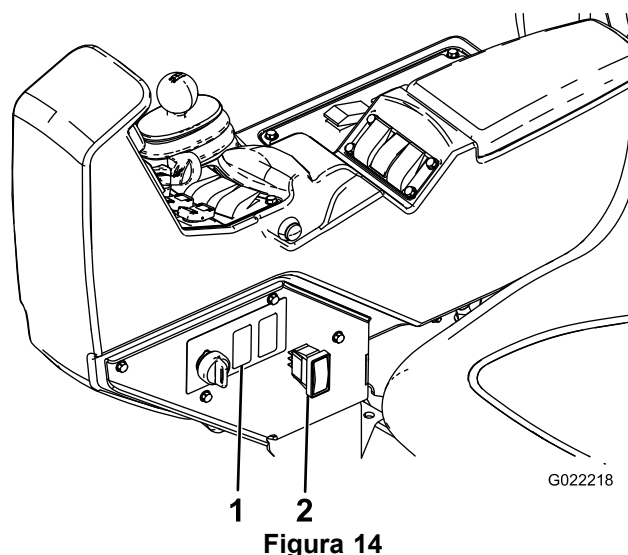

Figura 14
1. Localize o tampão do interruptor do depósito de lavagem na parte lateral da consola do pulverizador e retire o tampão (Figura 14).
4. Instale o interruptor no conector da caixa, através do painel (Figura 14).